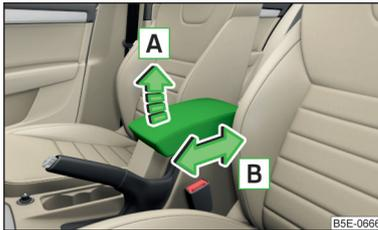

Abb. 67
- Zur **Höheneinstellung** die Armlehne in Pfeilrichtung **A** in eine der Raststellungen anheben » Abb. 67.